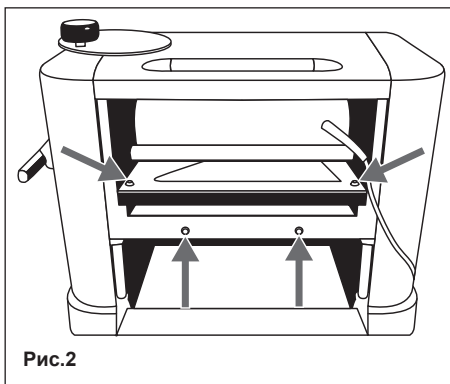

Рис.2
- ▶ Затяните два болта из комплекта, чтобы окончательно зафиксировать пылесборник на подвижной части рейсмуса (Рис. 2.).